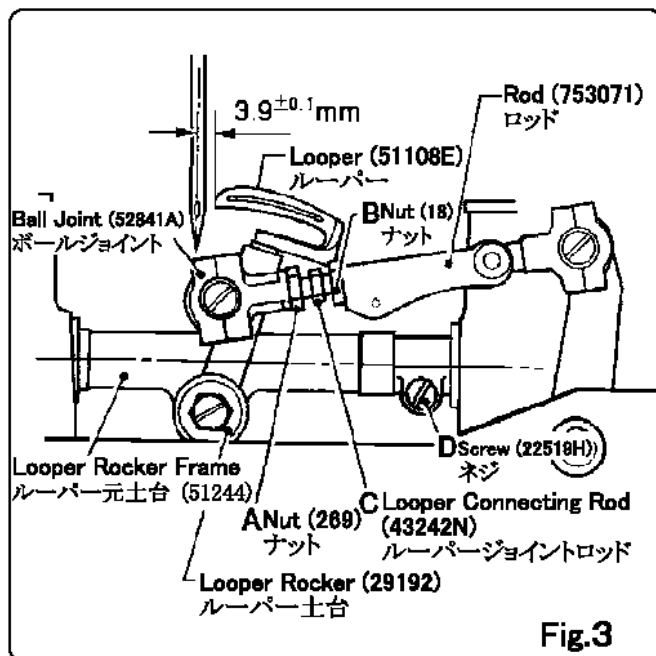

Fig.3
a) Check the distance between needle center and looper edge. (Fig.3)
a) 針とルーパールの距離 (Fig.3)
Adjust the space between concave part of needle and looper to be $A=0\sim 0.05\text{mm}$ when the looper goes forward and passes rear side of needle. To obtain the figure $A=0\sim 0.05\text{mm}$, first loosen the screw D of looper rocker frame shown on Fig.3 and then incline looper rocker.
ルーパース揺動アーム(51244B)のネジ(22519H)を緩めてルーパース土台(29192)を傾けて調整してください。(Fig.3)ルーパースが前進して針の後ろを通過するとき、針のえぐり部とルーパースとの間隔は $0\sim 0.05\text{mm}$ に調節してください。(Fig.4)